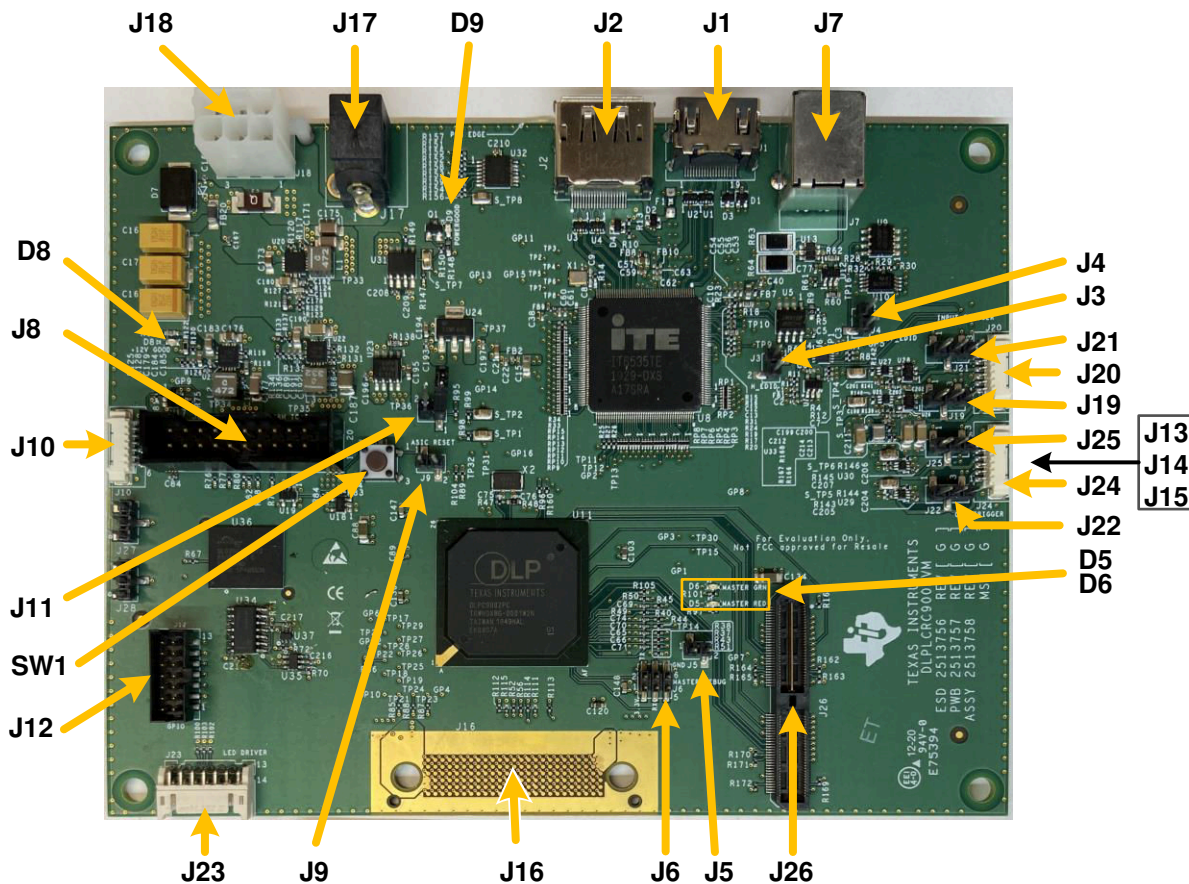

図 1-3. DLP LightCrafter シングル DLPC900 EVM のコネクタ (上面図)
スイッチおよびコネクタと、それぞれの位置を 図 1-3 に示します。
1. 12V DC 電源を 図 1-3 の電源コネクタ J17 に接続します。
5. 図 1-3 に示すように、PC と、DLP LightCrafter シングル DLPC900 EVM のコネクタ J7 との間に、USB ケーブルを接続します。PC にケーブルを初めて接続するとき、DLP LightCrafter シングル DLPC900 EVM は、ヒューマン インターフェイス デバイス (HID) クラスの USB 複合デバイスとして表示されます。これらのデバイスは Windows オペレーティング システムでネイティブに扱われるため、ドライバは必要ありません。